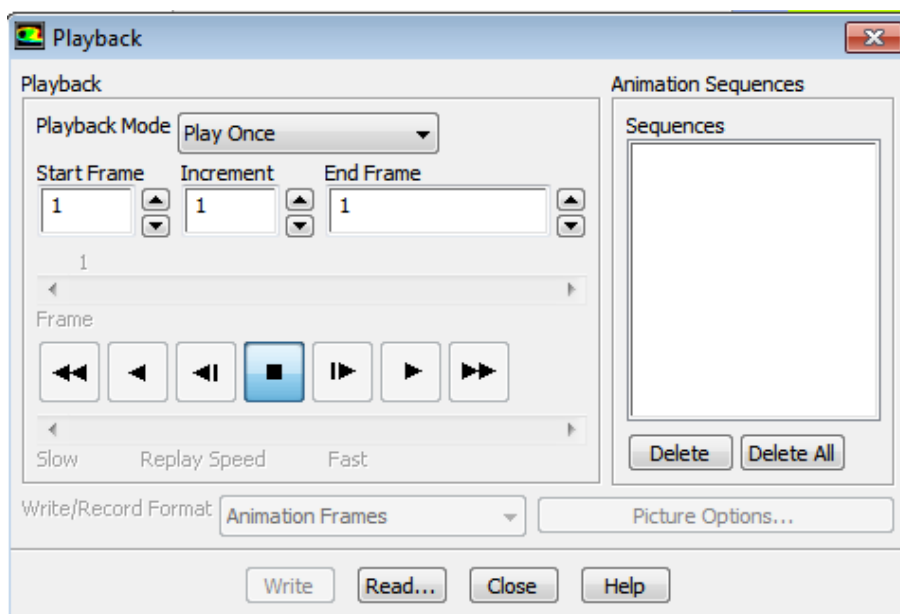

Рисунок 43 – Меню работы с анимацией
- в появившемся окне (рисунок 43) выбирается какой-либо термодинамический параметр, например, *Pressure*;